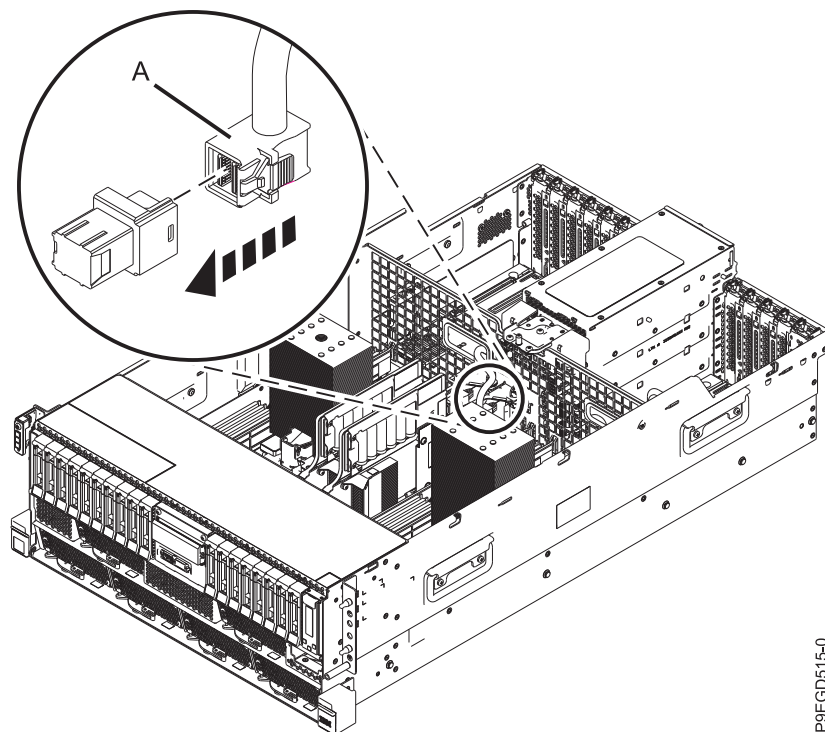

Figura 8. Col·locació del cable posterior SAS
4. Mitjançant les etiquetes, endol·leu el cable posterior SAS més llarg i que està més amunt, **(A)**, al connector posterior SAS de l'adaptador RAID a la posició P1-C50, tal com es mostra a Figura 8.